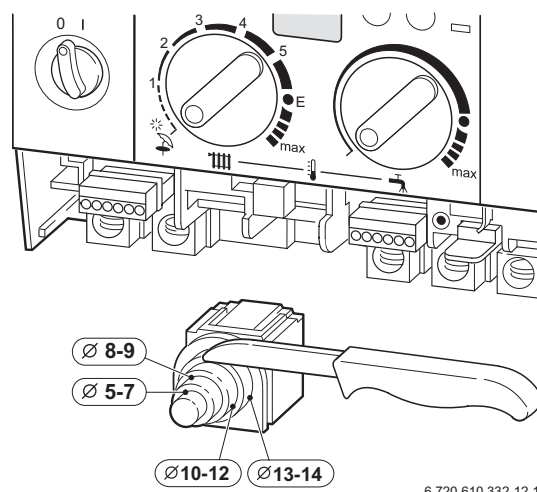

Fig. 12
- ▶ Pentru protecția împotriva apei rezultate prin stropire (IP): Se alege orificiul de trecere a cablului în concordanță cu diametrul acestuia, Fig. 12.
- Pentru protecția împotriva apei rezultate prin stropire (IP): Se alege orificiul de trecere a cablului în concordanță cu diametrul acestuia (vezi Fig. 12).